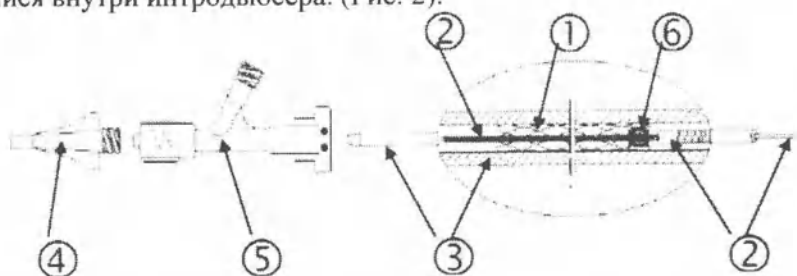

Рисунок 2 - Система установки стента
Самораскрывающийся нитиноловый стент (1) и систему доставки. Система доставки состоит из проводника доставки (2) и интродьюсера (3). Стент LEO+/LEO+ Baby предварительно установлен на проводник, находящийся внутри интродьюсера. (Рис. 2).